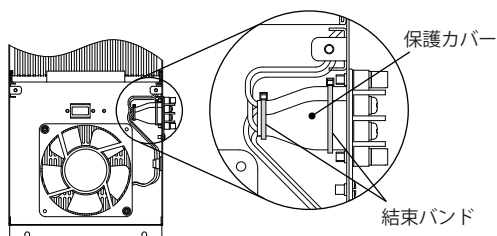

図5
2. 結束バンドを切り、保護カバーを剥がしてください。(図5)